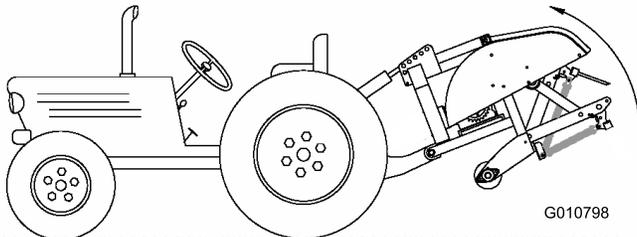

Bild 11
2. Heben Sie den Aerifizierer ganz an; der Zylinder des hydraulischen Oberlenkers oder des Unterlenkers sollte ganz eingefahren sein (Bild 11).